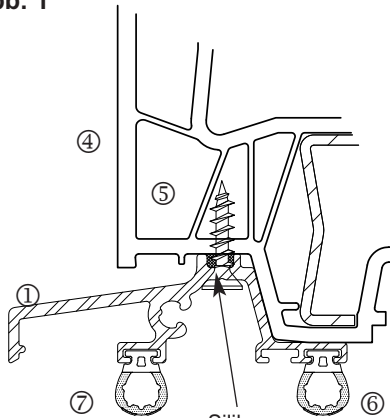

Abb. 2
- Vor der Montage des Wetterschenkels und Endkappen ist auf ganzer Länge Silikon aufzutragen (siehe Abb. 2)
- Den Wetterschenkel 1 auf dem Flügelprofil 4 positionieren und mit rostfreien Senkkopfschrauben $\varnothing 3,9 \times 16 \text{ mm}$ 5, im Abstand von max. 30 cm, am Flügel 4 verschrauben (siehe Abb. 2).